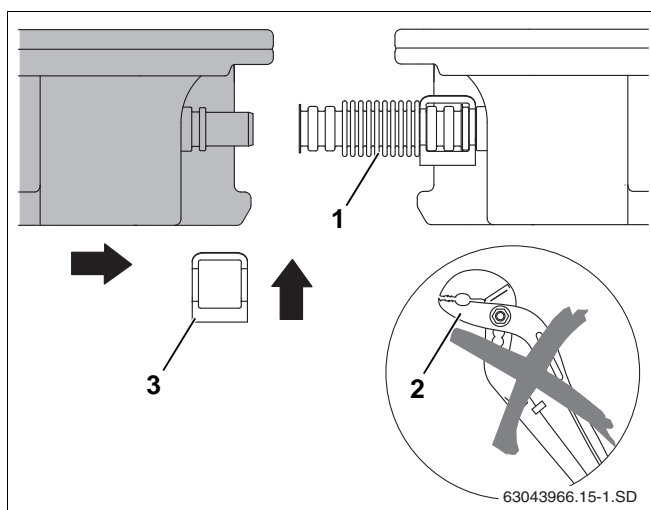

Fig. 46 Den anden solfanger skubbes hen til den første
- ▶ Brug ikke hjælpeværktøjer som f.eks. tænger (fig. 46, **pos. 2**). Forbinderne til flexrør kan blive ødelagt og dermed ubrugelige.
- ▶ Skub den anden solfanger hen til den første solfanger, så solfangertilslutningerne skubbes ind i den første solfangers formonterede forbindere til flexrør (fig. 46, **pos. 1**).
- ▶ Sæt den anden klemme (fig. 46, **pos. 3**) hen over forbinderen til flexrøret og solfangertilslutningen.